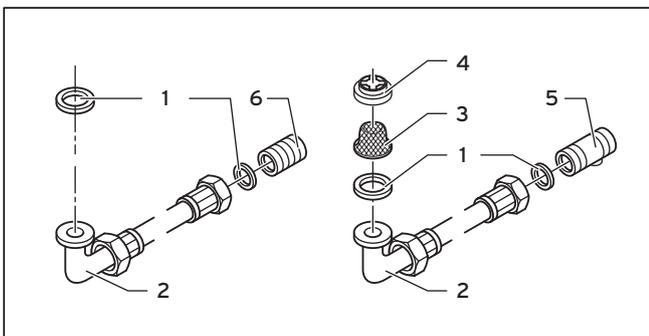

Fig. 5.1 Raccord d'eau froide / eau chaude
- Insérez le limiteur de quantité d'eau (4) puis le filtre à eau (3) dans le raccord d'eau froide de l'appareil, conformément à la fig. 5.1.